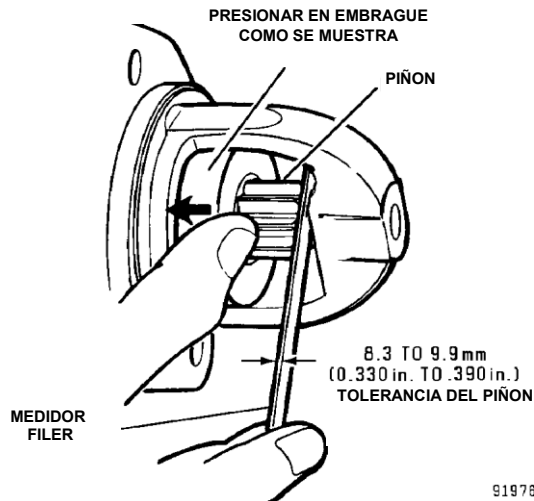

FIGURA 2-10. CHEQUEO DE TOLERANCIA DEL PIÑÓN
4. La distancia entre el piñón de accionamiento y la caja debe ser entre 8,3 mm a 9,9 mm (0.330 a 0.390 pulg.) como se muestra en FIGURA 2-10.